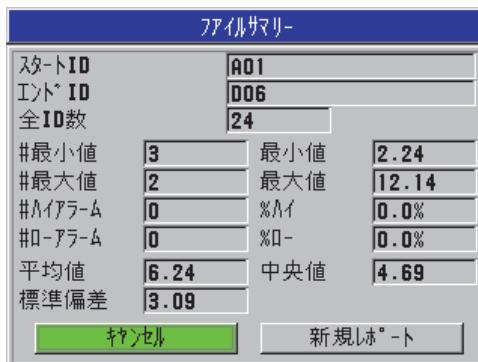

図 6-40 ファイルサマリーレポート結果画面
- ファイルサマリーレポート結果画面が開きます（125 ページの図 6-40 を参照）。